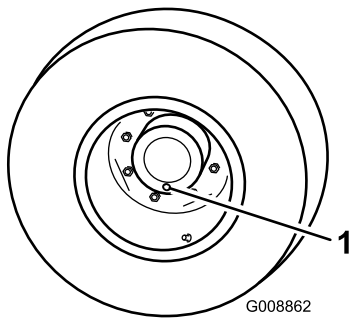

Figura 91
2. Coloque una rueda de manera que uno de los tapones de verificación esté en la posición más baja (posición de las 6) (Figura 91).